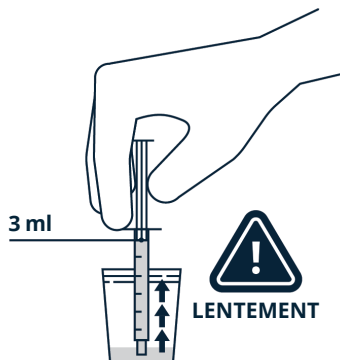

Figure 1. Prélever 3 ml de l'échantillon.
4. Utiliser une seringue à embout Luer de 5 ml pour prélever lentement une aliquote de 3 ml de l'échantillon de sperme liquéfié. Si le volume est insuffisant, ajouter une solution de lavage des spermatozoïdes pour obtenir 3 ml (Figure 1).